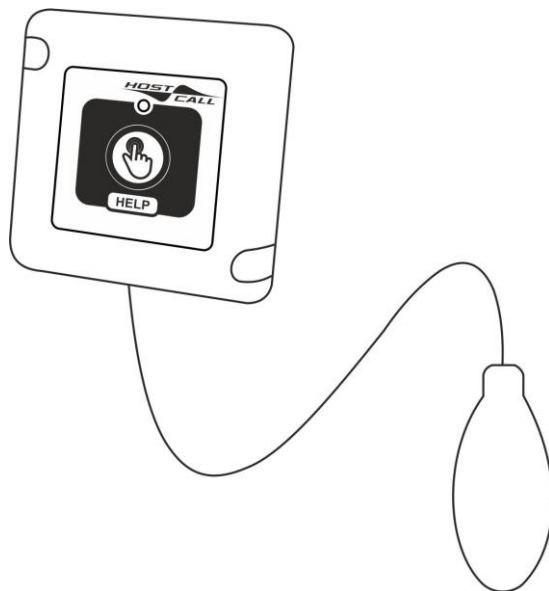

Рисунок 5.12. Влагозащищенная пневмокнопка вызова со шнуром МР-435W2
3. Влагозащищенная пневмокнопка вызова со шнуром MP-435W2 накладного крепления (рис.5.12.). Длина шнура – 2 м.
2. Влагозащищенная пневмокнопка вызова со шнуром MP-435W2 накладного крепления (рис.5.12). Длина шнура – 2 м.